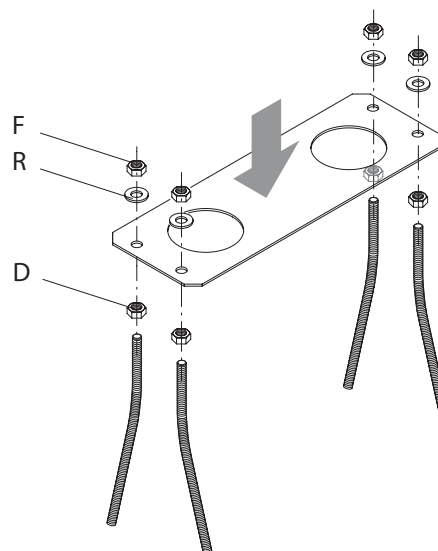

Fig. 11
4. Bevestig de draadstangen alvast aan de funderingsplaat, zie Fig.11, en gebruik hierbij de 4 onderste moeren D en de 4 bovenste moeren F met de ringen R. De positie van de draadeinden moet vergelijkbaar zijn met die in Fig.11.